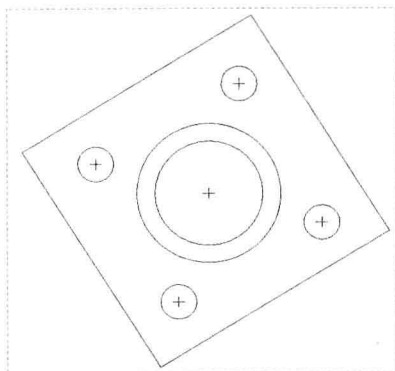

图 2-37 绘制斜矩形
Step 04 在绘图区中左下方和右下方合适的端点上单击鼠标左键，绘制斜矩形，单击鼠标中键，完成斜矩形的绘制，如图 2-37 所示。